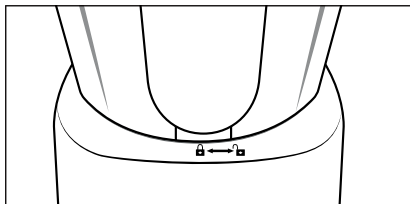

Fig. 3
- 5) Verifique se o bico de esvaziamento no copo misturador ③ está fechado.
- 6) Pressione a tampa de enchimento ①, até ao encosto, para dentro da abertura da tampa.
- 7) Coloque o copo misturador ③ cheio e fechado no bloco do motor ⑥. Para tal, utilize os entalhes existentes no bloco do motor ⑥ e certifique-se de que a pega do copo misturador ③ fica alinhada com o símbolo . Rode o copo misturador ③ no sentido dos ponteiros do relógio, para a posição  (ver fig. 3), até encaixar de forma audível. O motor só pode arrancar, se o copo misturador ③ estiver corretamente alinhado.